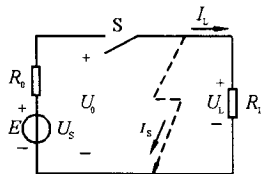

图 1.1
典型电路如图 1.1 所示。
(1) 开路(空载): 开关 S 断开或  $R_L = \infty, I_L = 0$ , 电源端电压  $U_0 = U_S$  (或  $U_0 = E$ ),  $P_L = P_S = 0$ , 负载端电压  $U_L = 0$ 。
(2) 短路: 如图 1.1 中虚线所示(或  $R_L = 0$ ),  $I_S = \frac{E}{R_0} = \frac{U_S}{R_0}$  很大,  $U_L = 0, I_L = 0, P_L = 0$ 。不会损坏用电设备, 但  $P_0 = P_S = I_S^2 R_0$ 。电源内部发热而损坏, 要用熔断器保护电源。